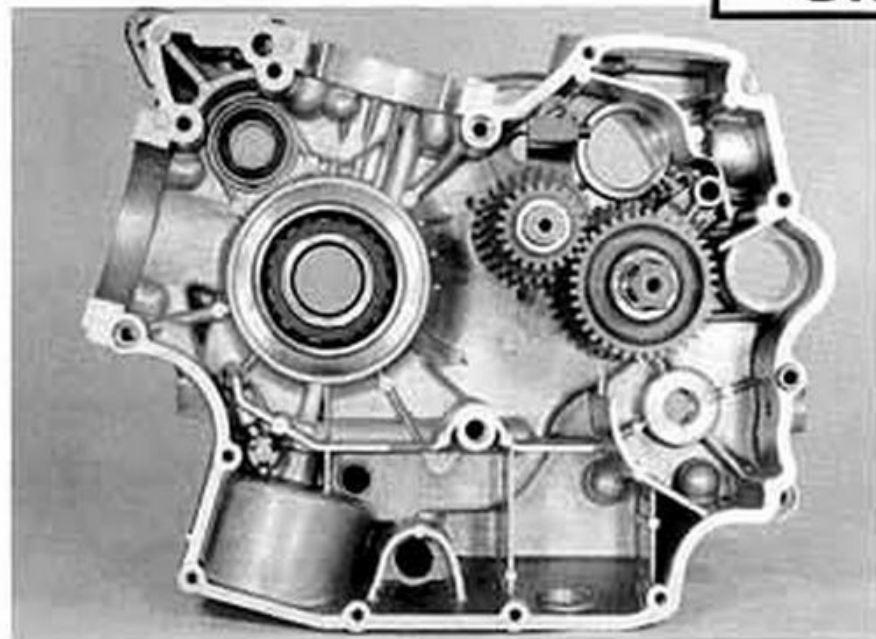

Fig. 46
- Spostare leggermente le forcelle in modo da disimpegnarle dalle cave del tamburo. Estrarre il tamburo selettore (fig. 46).
- Slightly move the shifter forks so that they are disengaged from the selector drum grooves. Pull off the selector drum (fig. 46).